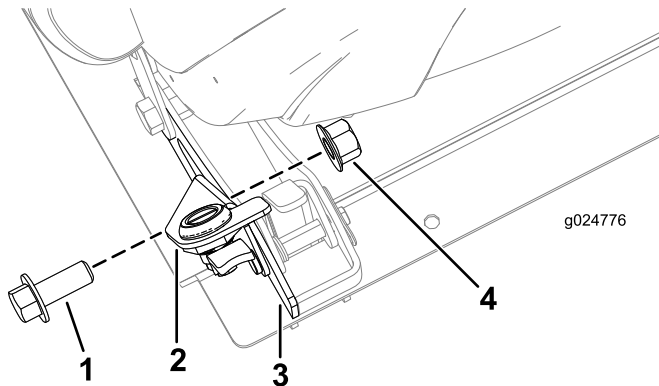

Figura 60
- Sujete el soporte del enganche a la pestaña exterior del asiento con el tornillo de cabeza hexagonal (12 x 20 mm) y la contratuerca (12 mm), según se muestra en Figura 60.